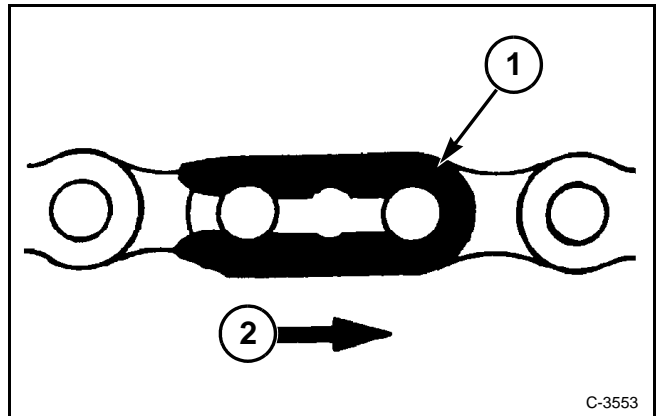

FIG. 1
FIG. 1: Cuando utilice conectores de sujetadores de resorte (1), siempre instale el sujetador con el extremo abierto en la dirección contraria al desplazamiento de la cadena (2) para evitar que el sujetador se salga o se pierda accidentalmente.